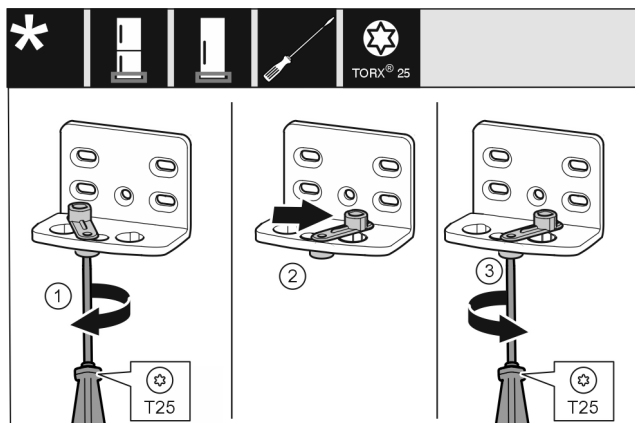

Fig. 17 \*
- Šroubovákem volně přišroubujte šroub Fig. 17 (1).\*
- Zvedněte pomůcku zavírání dveří Fig. 17 (2) a v otvoru ji otočte o 90° doprava.\*
- Šroubovákem šroub Fig. 17 (3) pevně utáhněte.\*